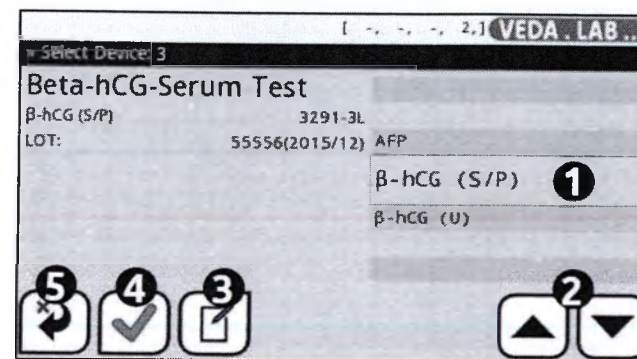

Рис. 14: Меню **Выбор кассеты (Select Device)**.
- 2 Во всплывающем меню **Выбор кассеты** перемещайте курсор стрелками вверх и вниз (2 на Рис. 14) для выбора типа кассеты из списка.
Значения кнопок на Рис. 14: